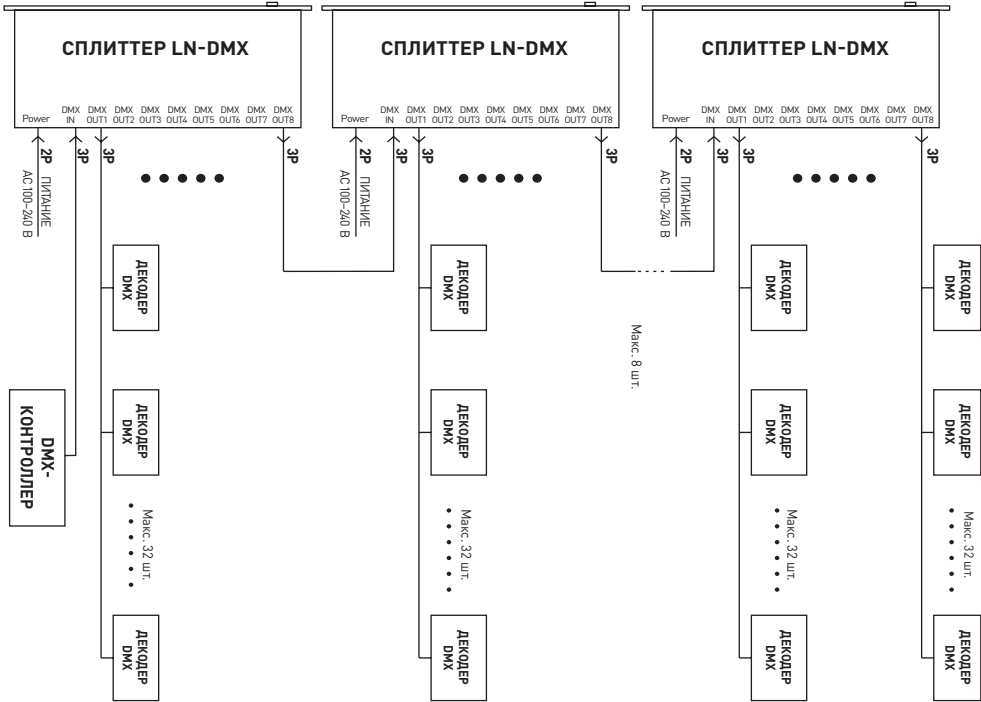

Рис. 4. Схема подключения оборудования
- 3.4. Подключите сплиттер согласно схеме на рис. 4.